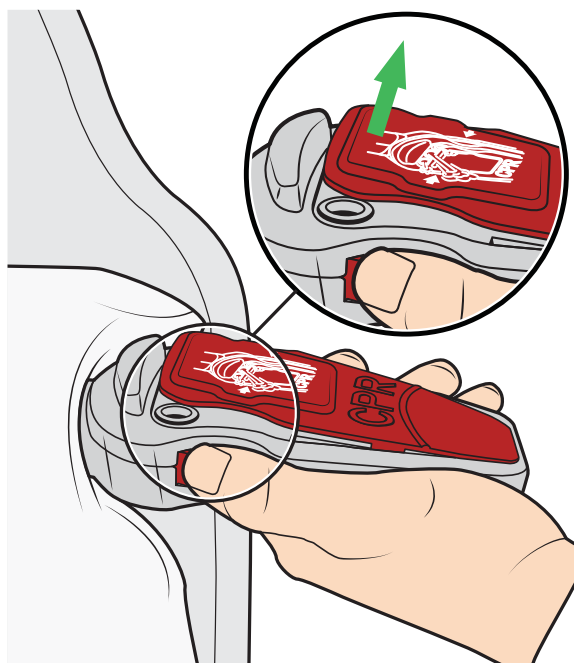

Figura 26
2. Assegure-se de que a parte da frente da unidade de esvaziamento rápido RCP está aberta. Consulte a Figura 26